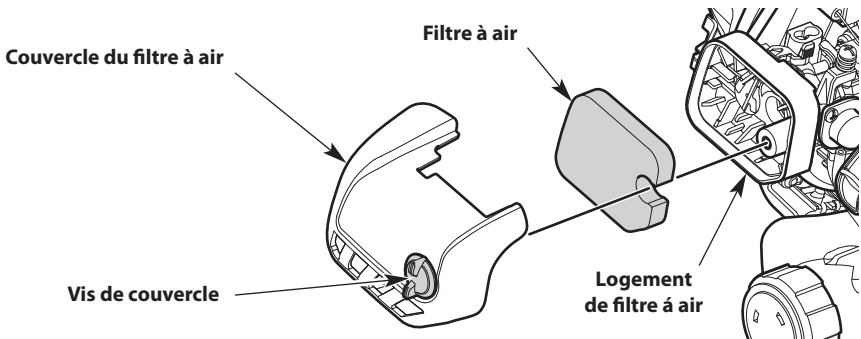

Fig. 17
1. Ouvrez le couvercle du filtre à air en desserrant la vis du couvercle (Fig. 17).
2. Retirez le filtre à air du logement du filtre à air (Fig. 17).
6. Réinstallez le filtre à air dans le logement du filtre à air (Fig. 17).